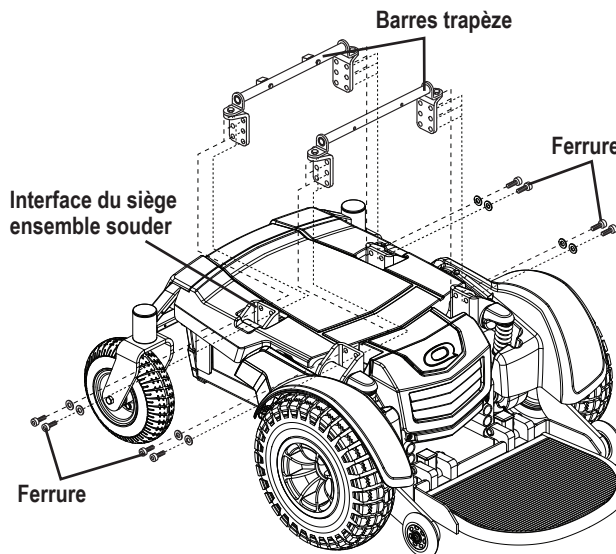

Figure 9. Réglage de la hauteur et de l'angle du siège
7. Desserrez les ferrures qui retiennent la barre trapèze sur les ensembles soudés de l'interface du siège. **Voir la figure 9.**